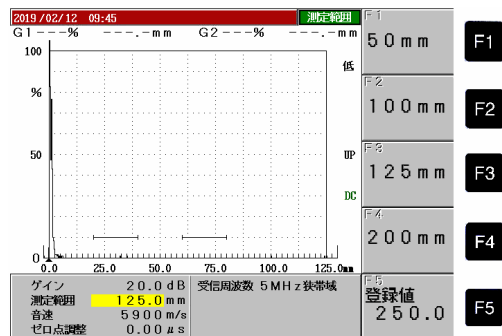

図4 測定範囲の画面
(3) 測定範囲を125mmに調整する方法の一例
- ① ^{測定範囲} **7マ** キーを押すと図4が表示される。**F3** キーを押して測定範囲を125mmにする。